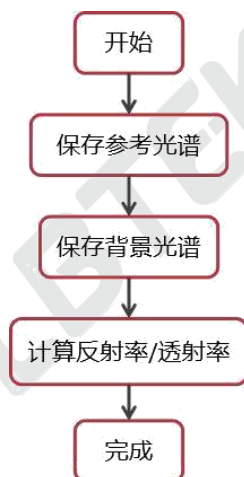

图 2 系统连接图
1、依次将光源、光纤跳线、透反射支架、比色皿支架、比色皿、光谱仪按照图 2 方式连接，